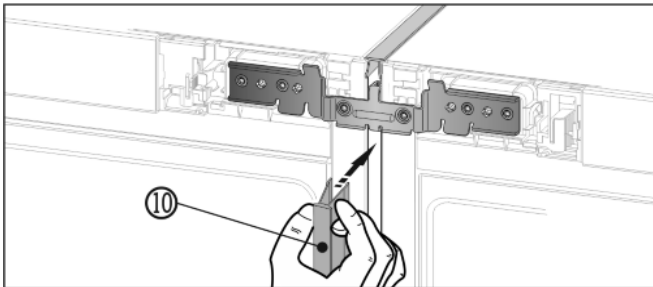

Fig. 14
- ▶ Спереду затисніть довгий нащільник Fig. 14 (10) у вертикальну щілину. Стежте за тим, щоб нащільник прилягав до з'єднувального листа.